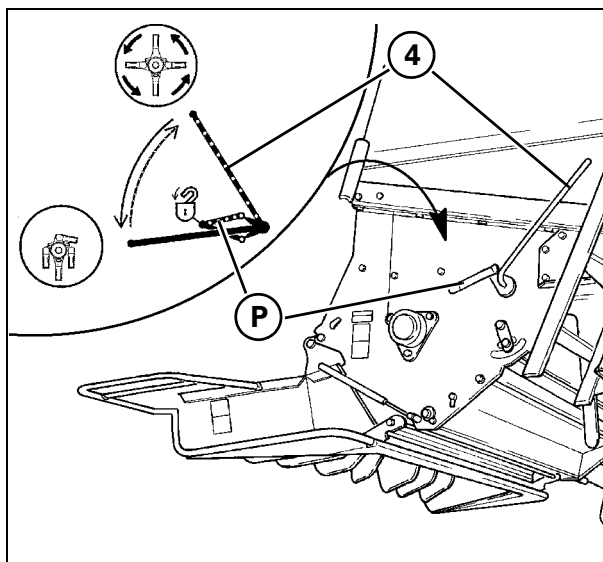

Рис. 25
- 2.) С помощью рычага управления (4 Рис. 25) отпустите дефлектор соломы (1) (в зависимости от стороны движения).
- 3.) Откройте зажимы (2) с обеих сторон пластины дефлектора. Поднимите крышку (3) и заблокируйте ее в таком положении при помощи стержня (4).